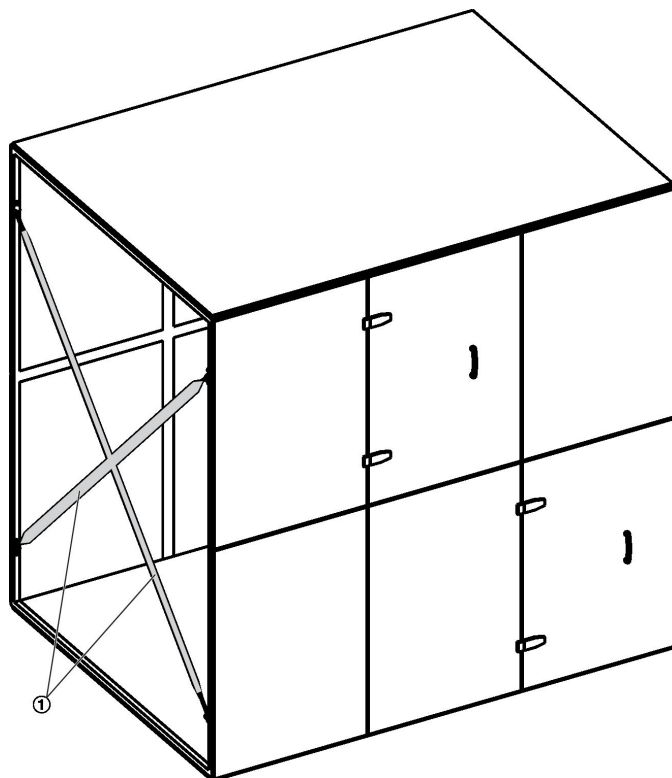

Abb. 7: Verstreben mit Bändern
- ▶ Die Transportverstreben (Abb. 7 /1) abschneiden und komplett entfernen.